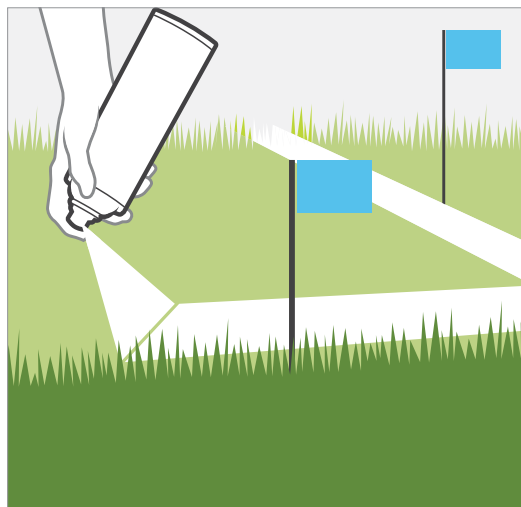

Рис. 1.
1. Используя аэрозольную краску для разметки и небольшие флажки, обозначьте места прокладки трубопроводов, идущих от точки подключения к клапанным боксам. Укажите места расположения компонентов системы полива на схеме. *Рис. 1.*